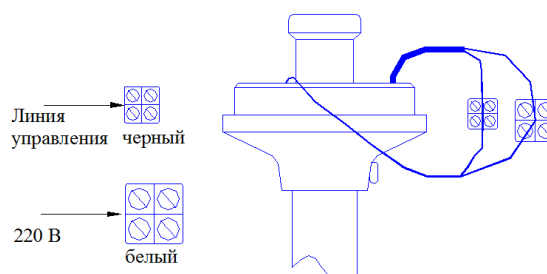

Рисунок 2.4 – Подключение.
4. Произведите электрическое соединение питающего кабеля и кабеля линии управления и синхронизации через клеммную колодку светильника (рисунок 2.4).